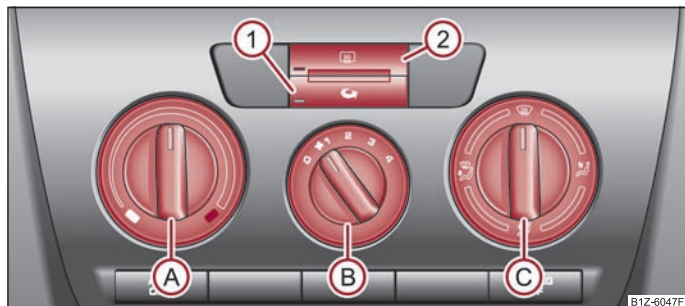

Fig. 81 Riscaldamento: Comandi
- Ruotare la manopola (A) → fig. 81 in senso orario per aumentare la temperatura.
- Ruotare la manopola (A) in senso antiorario per diminuire la temperatura.
- Premere il tasto . La spia nel tasto si ⇒ pag. 68, fig. 81 accende.
Se la manopola  si trova in posizione  ⇒ pag. 68, fig. 81, il ricircolo si disinscrive automaticamente. Premendo ripetutamente il tasto  è possibile reinserire il ricircolo anche in questa posizione.